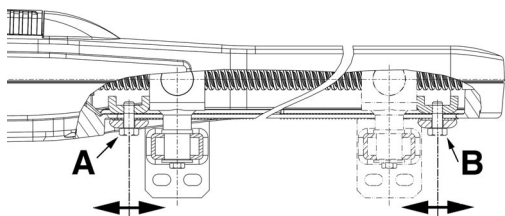

Fig. 10
Pour positionner les colliers, il est nécessaire agir selon les indications du schéma (Fig. 10). Pour obtenir l'ouverture désirée, il suffit de déplacer le collier (A) et de le bloquer avec une clé n°13.